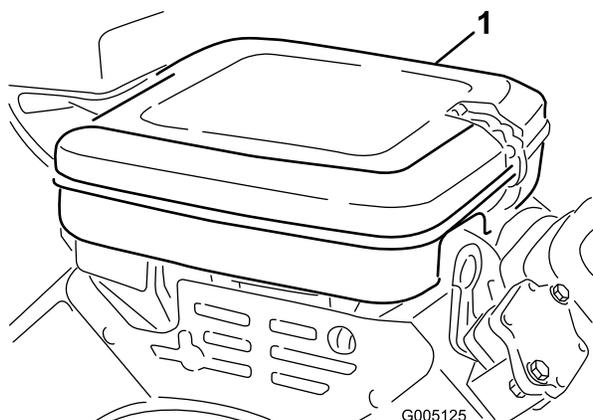

図 42
1. ロック用クリップを取り、エアクリーナカバー 図 42を外す。カバーを丁寧に清掃する。